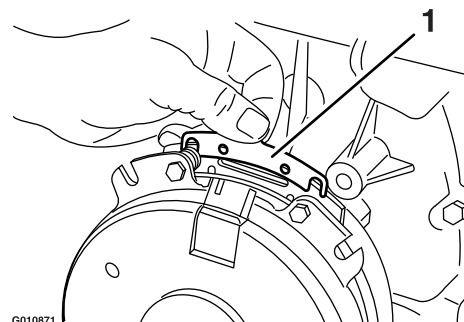

Figure 73
- B. A l'aide d'une pince à becs longs ou avec les doigts, saisissez la languette et déposez la cale (Figure 73).